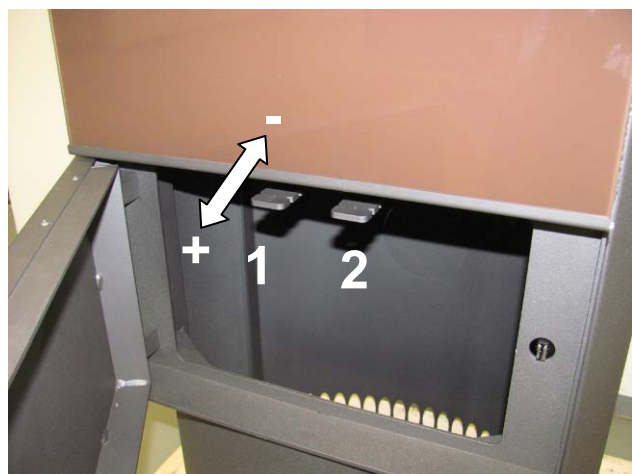

Abb. 12: Position Luftschieber
Die Luftschieber des K140A befinden sich hinter der Dekorblende unten (Abb. 12). Die Blende durch Drücken im rechten Bereich öffnen.
Zum Öffnen der Luftquerschnitte die Luftschieber Gerät herausziehen (Abb. 12).
Der Primärluftschieber (Brennstoffwähler) steuert die Luft über den Gussrost (Abb. 12 Pos. 1).
Der Sekundärluftschieber steuert die Luft für die Scheibenspülung, und sollte daher nie ganz geschlossen sein (Abb. 12 Pos. 2)!
- Speziell den Sekundärluftschieber (Scheibenluftquerschnitt siehe Abb. 12 Pos. 2 auf Seite 12) nie ganz schließen, da dann keine Scheibenspülluft mehr auf die Sichtscheibe kommt.